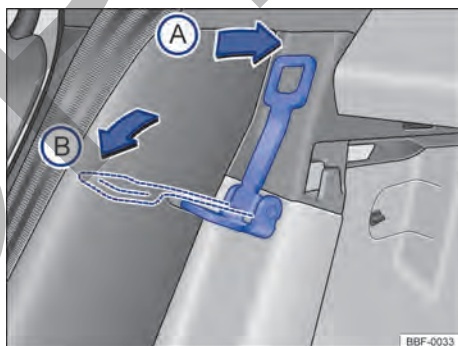

Fig. 68 Atrás del asiento trasero: palanca para regular la inclinación del respaldo
- **Posición ①:** colocar la palanca → fig. 68 en el sentido de la flecha ①, para volver el respaldo del asiento a su posición original.
- **Posición ②:** poner la palanca → fig. 68 en la dirección de la flecha ②, para ampliar el maletero.
i Volkswagen recomienda no montar el asiento para niños en el asiento trasero en la posición ② → fig. 68.